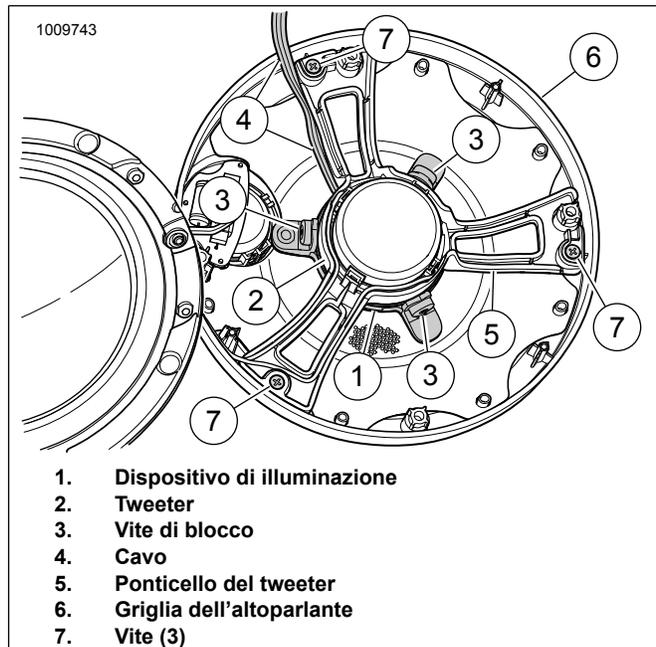

Figura 19. Griglia dell'altoparlante, ponticello del tweeter e luce LED
4. Vedere la figura 19. Rimuovere le tre viti che fissano il ponticello del tweeter (5) alla griglia dell'altoparlante (6) e separarli con accuratezza. Fare attenzione a non danneggiare o tendere eccessivamente i fili dell'altoparlante del tweeter. Conservare la bulloneria per usarla in seguito.
Vedere la figura 19. Collocare il dispositivo di illuminazione (1) sul tweeter (2) come mostrato. Premere leggermente il dispositivo di illuminazione per posizionarlo.